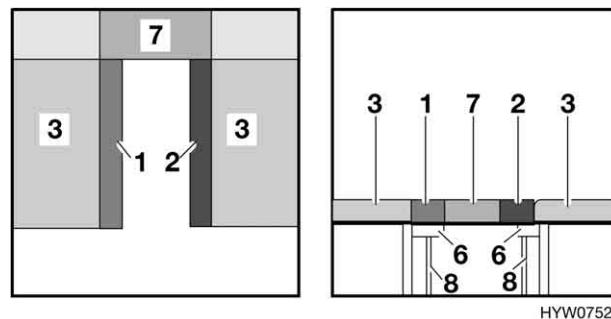

Fig. 45 Dopo la trasformazione in letti singoli
- Riporre ciascuna delle parti del cuscino dello schienale (Fig. 45,1 e 2) su un telaio portamaterasso (Fig. 45,6).